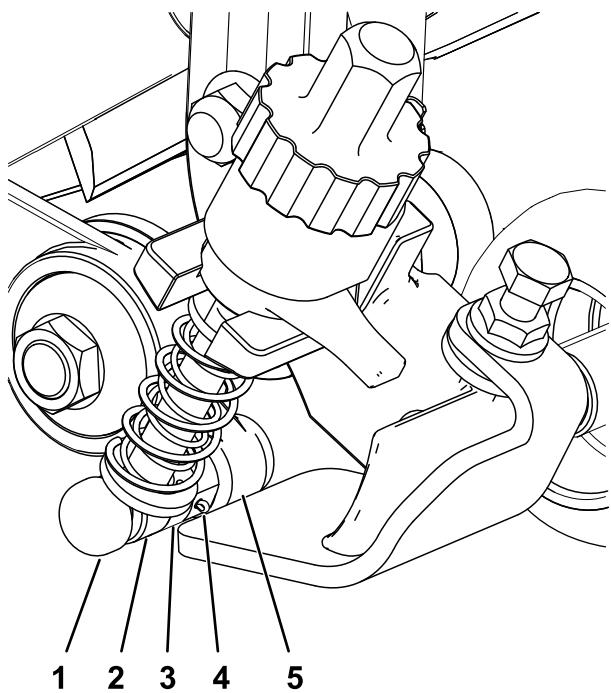

Figura 13
6. Mientras el molinete está inmovilizado, apriete la cabeza hexagonal del eje de la caja de transmisión a entre 135 y 150 N·m; consulte la Figura 13.
fíjela con un pasador de regulador y un pasador de chaveta (Figura 13).